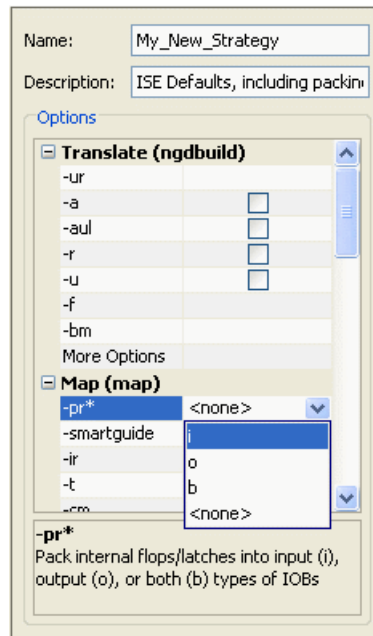

図 3-35 : コマンド オプションと説明
6. コマンド オプション エリア (右側) をクリックし、プルダウン メニューからオプションを選択します。87 ページの図 3-35のように、使用可能なコマンド オプションの値がプルダウン メニューに表示されます。